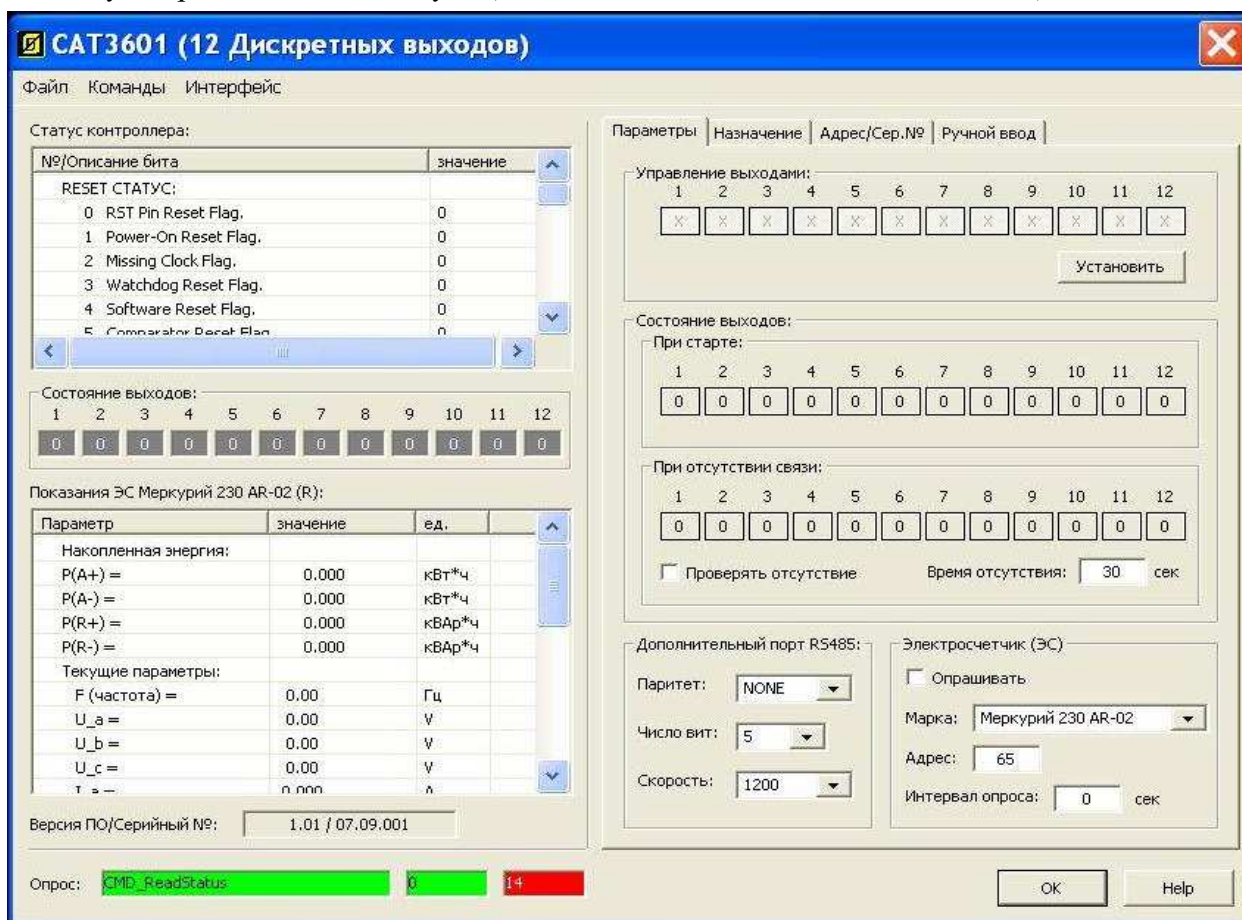

Рисунок 11
На вкладке **Параметры** (рисунок 11) в таблице **Состояние выходов** в строки **При старте** для выходов 1... 10 занести значения, которые будут принимать дискретные выходы модуля при включении модуля (0 – выход выключен, 1 – выход включен).
В таблице **Дополнительный порт RS485** в строках (рисунок 11):
- 4) На вкладке **Параметры** в таблице **Управление выходами** занести в строку **1** значение **1** (см. рисунок 11). Выполнить команду **Установить**.